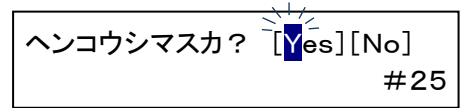

図 9-3 変更確認画面
- ・ 変更を中止する場合は[No]、反映させる場合は[Yes]となるように UP/DOWN スイッチでカーソルを移動させ、メニュースイッチを押します。(図 9-3)